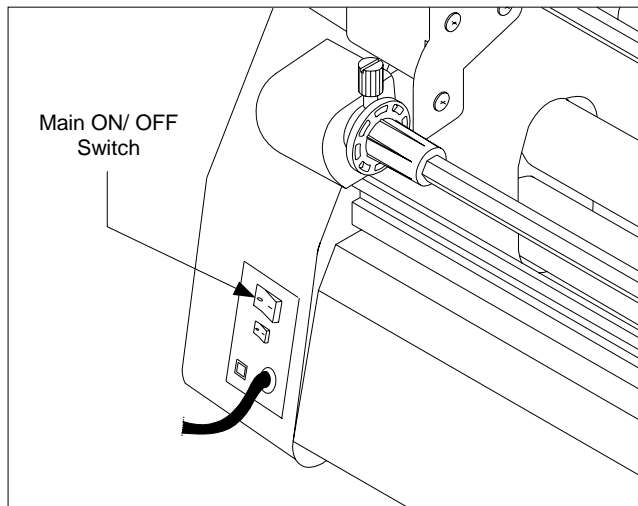

Fig. 10
1. Turn the laminator on (I) at the main power switch located at the back of the machine (Figure 10).
- Schalten Sie das Laminiergerät mit dem Hauptschalter auf der Rückseite des Geräts ein (I) (Abb. 10).
- Schakel de laminator in met behulp van de netschakelaar die zich bevindt aan de achterzijde van het apparaat (zie afb. 10).
- Positionnez l'interrupteur "Marche/ Arrêt" situé au dos de la plastifieuse sur "Marche" (Figure 10).